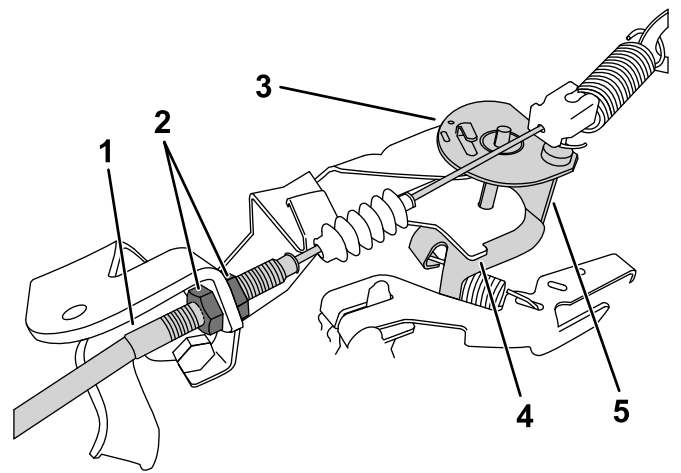

Figure 35
3. Au niveau du câble d'accélérateur, desserrez l'écrou de blocage avant et serrez l'écrou de blocage arrière pour augmenter le ralenti (Figure 35).